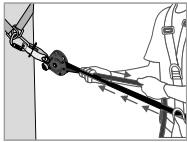
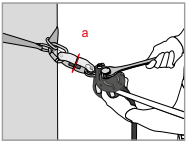

Fig 3
Fig 4
Når du har installert livlina, må du aller først regulere spenningen ved å dra i tauet (i den enden hvor tauet har en endeknute - Fig. 3). Kammen (8) og kamspaken (4) skal da komme i kontakt med tauet. Slå ned kamspaken (4). Ved hjelp av en egnet nøkkel, juster spenningen på aksens for spenningsjustering (1) inntil skiven for spenningsmerket (a) som sitter på spenningsmerket (2) går fritt rundt (Fig. 4). Så snart skiven spinner fritt, SKAL MAN IKKE STRAMME VIDERE! Dette tilsvarer en forhåndsspennning på linen på ca. 0.5 kN. Når utstyret er i bruk, må du kontrollere denne spenningen jevnlig (skiven for spenningsmerket må spinne fritt) og ved behov, må spenningen justeres, som beskrevet ovenfor.